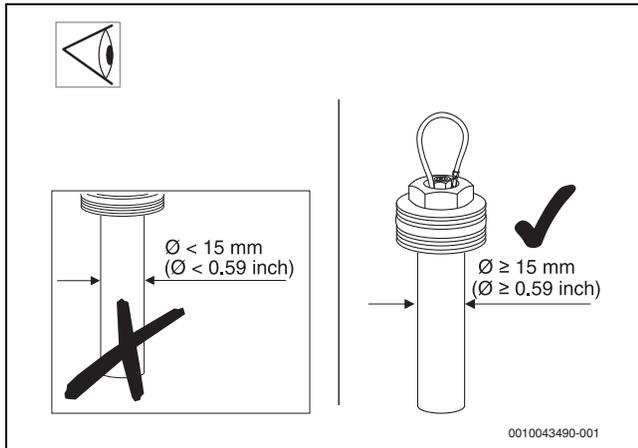

Fig. 47
- ▶ Sostituire l'anodo al magnesio se il suo diametro risulta inferiore a 15 mm (→ fig. 47).